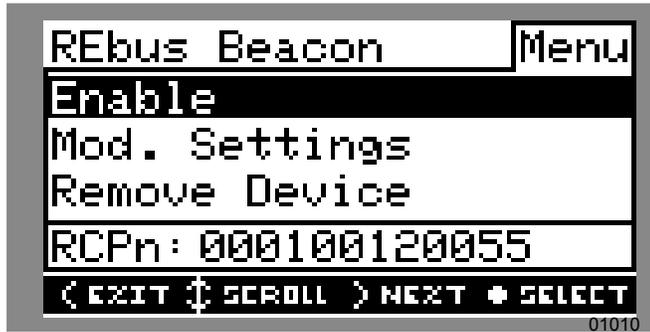

Figura 6-11. Configuración del programa TOU (2 de 4)
- Consulte la **Figura 6-11**. Use las flechas hacia arriba y hacia abajo para resaltar Mod. Setting (Mod. ajuste), y presione el botón central para ingresar al menú de ajustes.